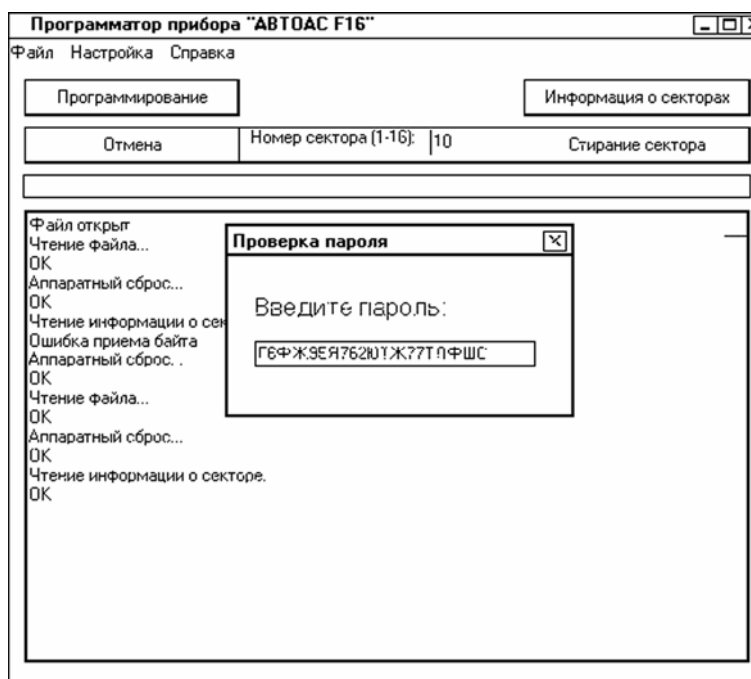

Рис. 12. Ввод пароля регистрации микропрограммы.
2. Получив от изготовителя код регистрации, выполните все пункты главы 9, выберите файл прошивки для записи, запустите процесс записи, в появившемся окошке введите пароль и нажмите Enter на клавиатуре компьютера, рис.12.